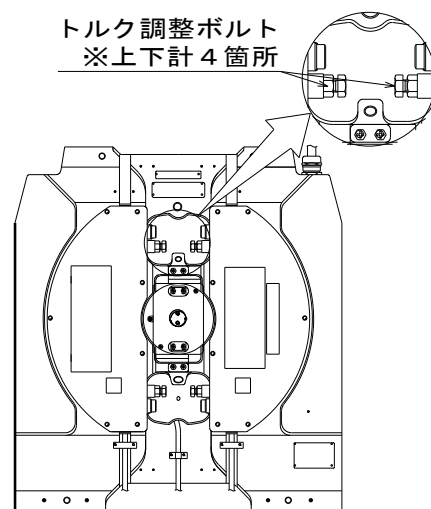

図3-2-2 エシードe2 及びエシードαの場合
- 2) エシードe2/エシードαの場合 : 図3-2-2を参照